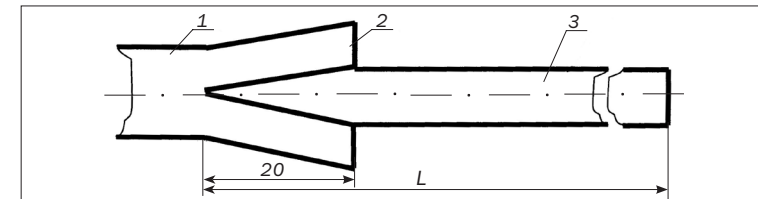

Рисунок 4.2 – Схема разделки ОК с бронепокровом из стальной гофрированной ленты
- при монтаже ОК с бронепокровом из стальной гофрированной ленты концевой участок разделанной наружной оболочки совместно со стальной гофрированной лентой симметрично разрезать на 4 лепестка в соответствии со схемой разделки рис. 4.2.